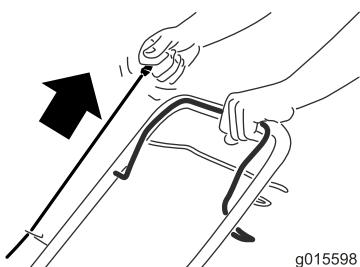

Рисунок 17
- Потяните рукоятку ручного стартера (Рисунок 17).